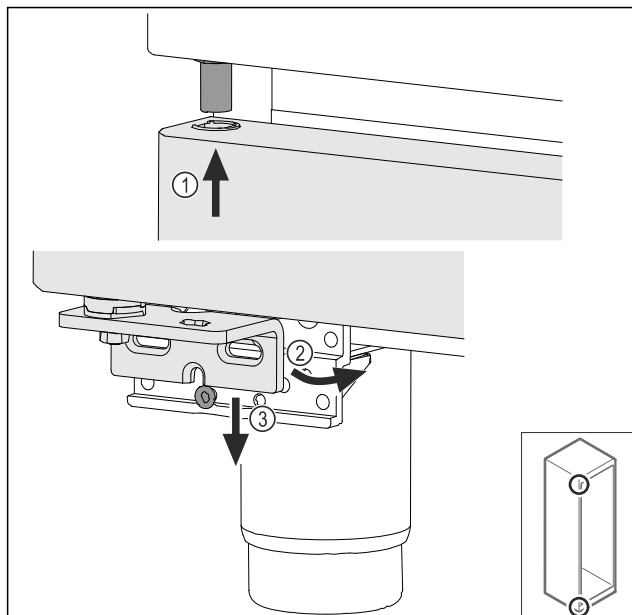

Fig. 69
- ▶ Luta dörren något och lirka in den upptill Fig. 69 (1), rätta upp dörren Fig. 69 (2) och sätt den på lagerbockskraven Fig. 69 (3) nedtill.